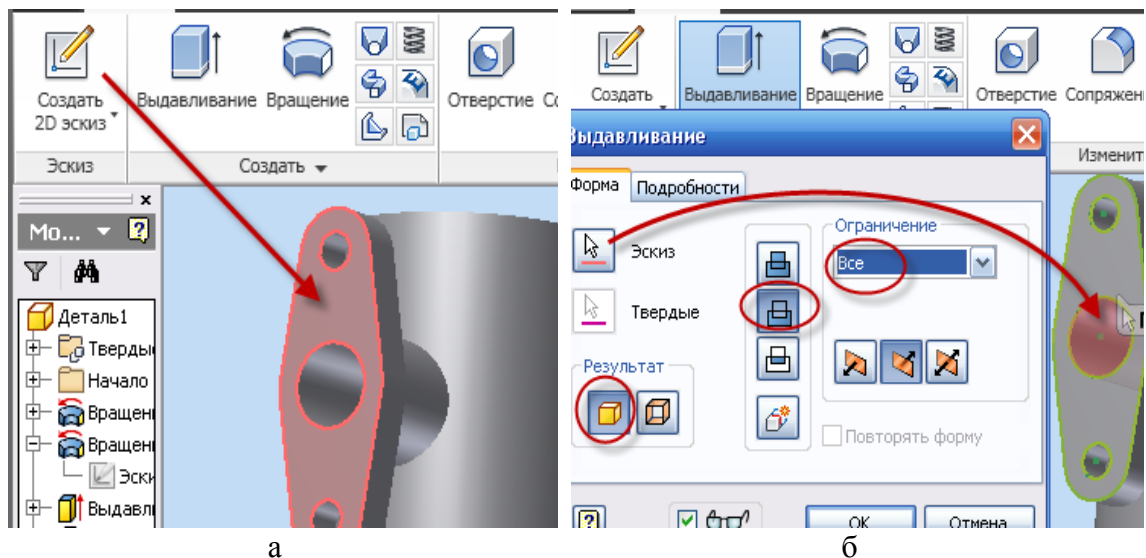

Рис. 3.37. Создание сквозного отверстия
- Создайте новый эскиз, для этого щелкните по  **Создать 2D эскиз**, укажите на торцевую плоскость и сделайте щелчок мышью (рис. 3.37, а).
- Выберите инструмент  **Выдавливание**, в диалоговом окне **Выдавливание** –  **Эскиз** – выберите спроецированную окружность – отверстие **20 мм**, и щелкните внутри ее (см. *рис. 3.37, б*).
- Выберите в диалоговом окне **Выдавливание**  **Вычитание** в поле **Ограничения** – во вкладке **Расстояние**– **Все** (см. *рис. 3.37, б*).